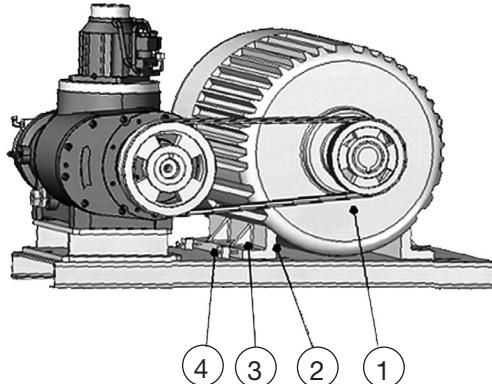

Рис. 10.1 Внутренние детали компрессора
c. Для регулировки натяжения ремня слегка ослабьте четыре крепежных болта под главным электродвигателем и поверните регулировочный винт для перемещения электродвигателя и натяжения клиновых ремней. После завершения регулировки затяните крепежные болты, удерживая электродвигатель. См. рис. 10.1.